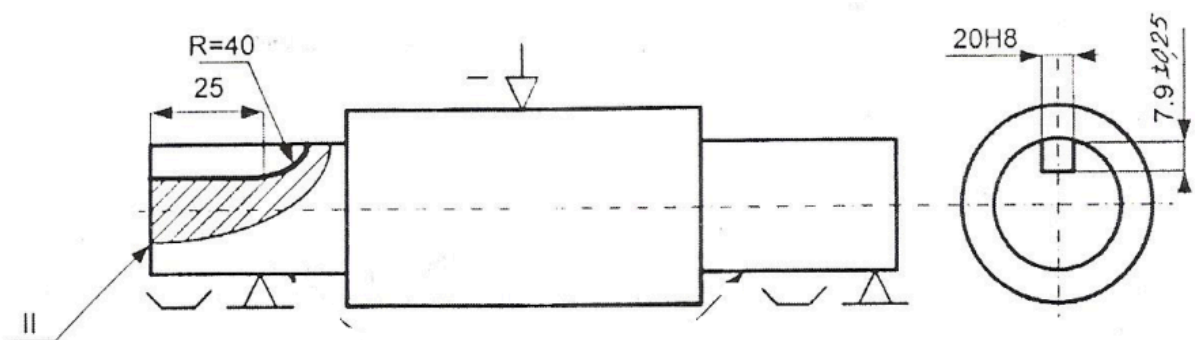

Рисунок 2 – Схема закрепления заготовки в приспособлении
2. Изучаем способ установки заготовки, заполняем таблицу 1 и разрабатываем схему установки, указывая установочные и зажимные элементы согласно ГОСТ 3.1107 (рис.2)